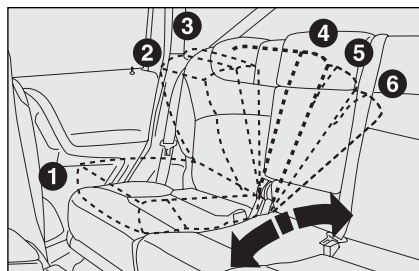

fig. 16
- ☐ placer le siège arrière coulissant en position tout à fait arriérée et avec le dossier réglé à la 4^{ème} position, comme illustré sur la fig. 16.
- ☐ placer le siège arrière coulissant en position tout à fait arriérée avec le dossier réglé à la 4^{ème} position, comme illustré dans la fig. 16;